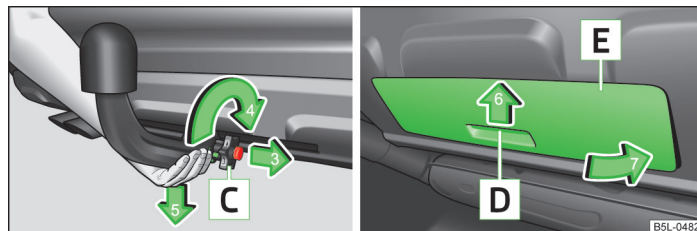

Fig. 132 Allentare la testa sferica / applicare il cappuccio sul paraurti posteriore
- Afferrare dal basso la testa sferica e con l'altro mano tirare la manopola **C** » fig. 132 in direzione della freccia **3**.
- Afferrare il cappuccio sul paraurti posteriore **[E]** » fig. 132 dall'impugnatura **[D]** e attaccarlo in direzione della freccia **6** ai "gancetti" sotto il bordo superiore del paraurti.